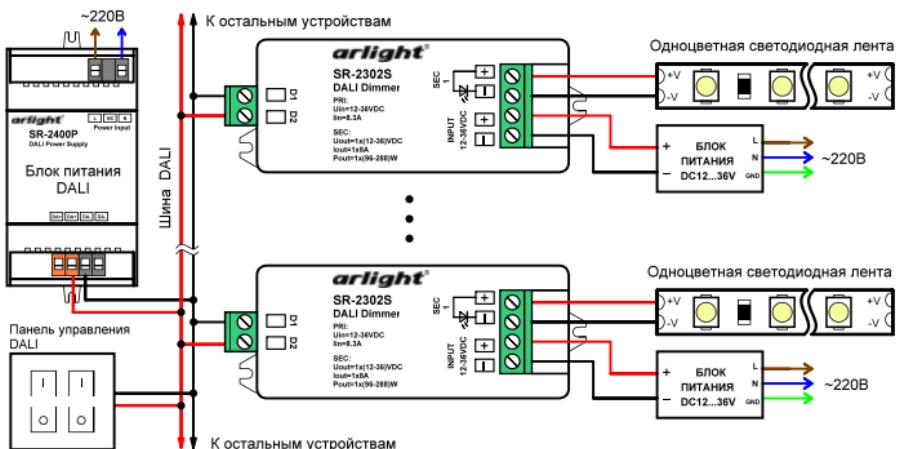

Рис.1. Схема подключения диммеров.
- 3.3. Подключите светодиодную ленту или другой совместимый светодиодный источник света к выходу **SEC** диммера, соблюдая полярность и порядок подключения проводов (см. Рис.1).